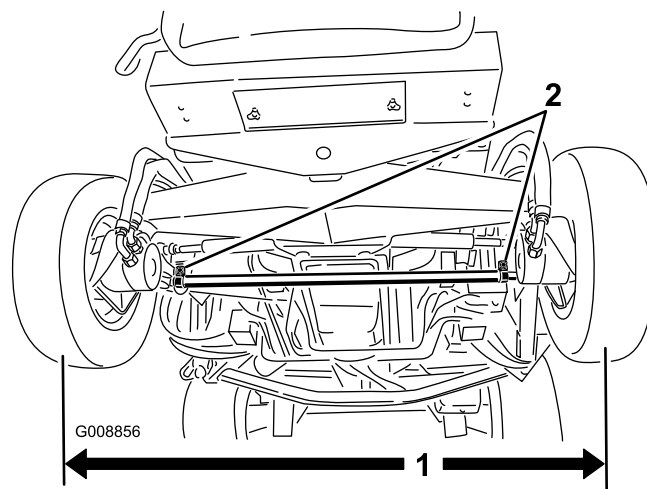

Figure 75
2. Pour régler le pincement, desserrez les fixations aux deux extrémités des biellettes (Figure 75).
1. Mesurez l'entraxe (à hauteur d'essieu) à l'avant et à l'arrière des roues directrices (Figure 75). Le pincement à l'avant doit être inférieur de 0 à 3 mm au pincement à l'arrière.